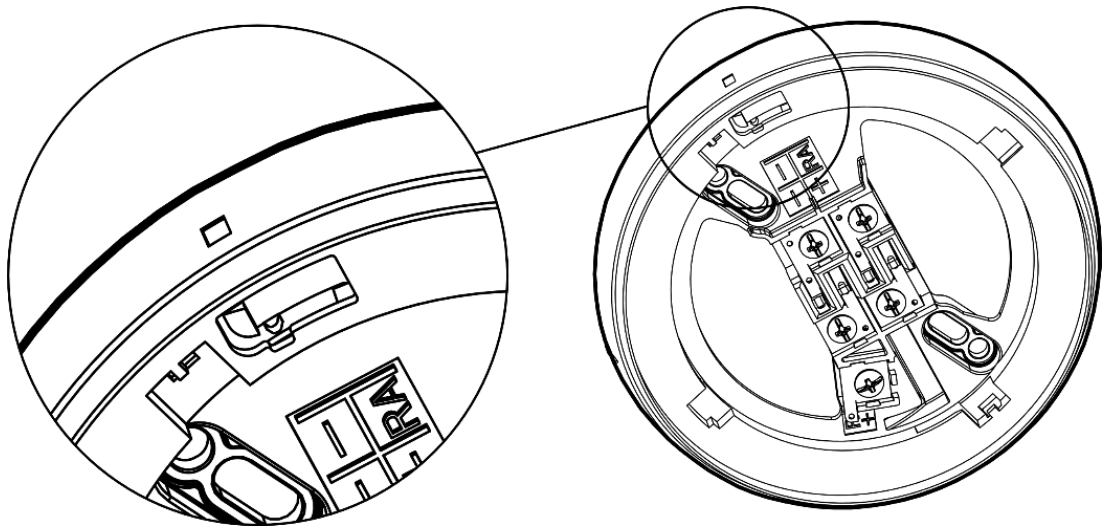
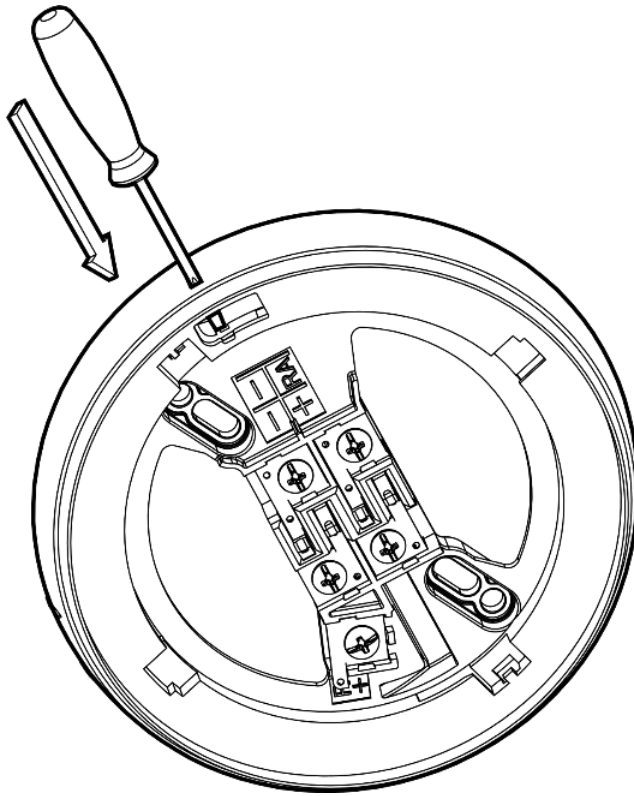

Рисунок 1.3
Рисунок 1.4
1.4.9 В конструкции базы предусмотрена возможность защиты от несанкционированного отсоединения извещателя. Если удалить предохранительный выступ в базе (см. Рисунок 1.3), то извещатель невозможно будет снять без использования дополнительных инструментов. Для отсоединения установленного подобным образом извещателя необходимо нажать тонкой отверткой на фиксирующий выступ через отверстие на боковой поверхности базы (см. Рисунок 1.4).